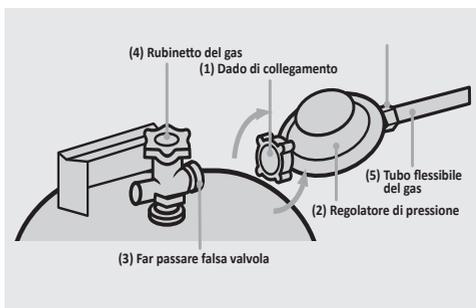

Fig. 2: Montaggio del regolatore di pressione
3. Collegare il regolatore di pressione con la bombola del gas, avvitando il **dado di collegamento** (Fig.2, n. 1) del **regolatore di pressione** (Fig.2, n. 2) con un'utensile sulla **filettatura del rubinetto del gas** (Fig.2, n. 3).
Dopo l'esecuzione delle prove necessarie è possibile mettere in funzione il radiatore a gas. Seguire le operazioni descritte (vedi anche pagina 8, Fig. 2):